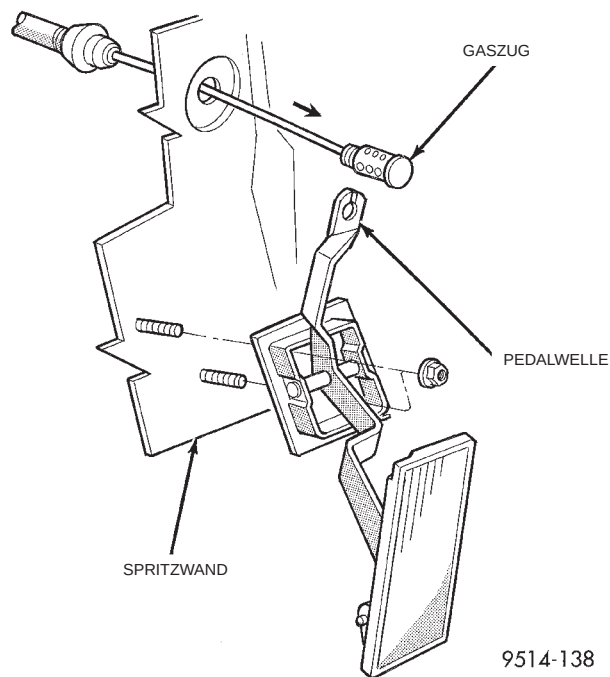

Abb. 45 Gaspedal und Gaszug
(2) Hinter die Oberseite der Pedalwelle greifen und den Halter in Richtung Fahrzeugheck drücken (Abb. 45). Es kann erforderlich sein, die Laschen am Halter auf der Spritzwandseite der Pedalwelle zusammenzudrücken.
(3) Den Gaszug nach oben durch den Schlitz oben in der Gaspedalwelle schieben.